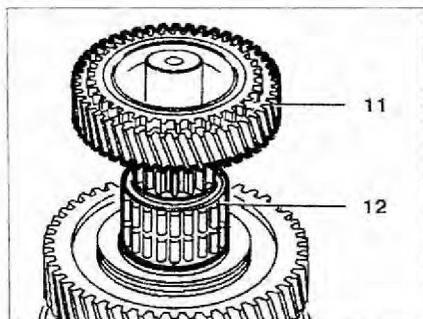

Рис. 4.27. Снимите шестерню 11 3-й передачи и игольчатый подшипник 12.
7. Снимите шестерню 11 3-й передачи и игольчатый подшипник 12 (рис. 4.27).